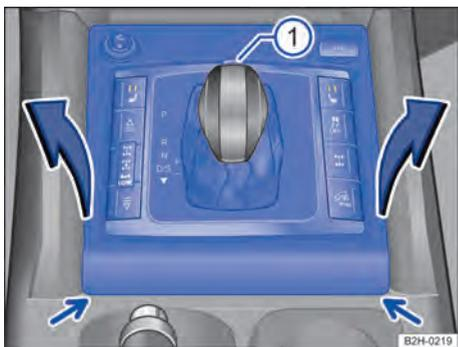

Fig. 96 Desmontar a cobertura do quadro da alavanca seletora.
3. Remover com cuidado a cobertura do quadro da alavanca seletora → Fig. 96 (setas), por exemplo, com uma chave de fenda.
4. Puxar cuidadosamente para cima a cobertura na região da coifa da alavanca seletora com os cabos elétricos conectados → Fig. 96.
2. Pressionar o botão bloqueador na parte da frente da manopla da alavanca seletora → Fig. 96 ① e colocar a alavanca seletora na posição Neutro N.